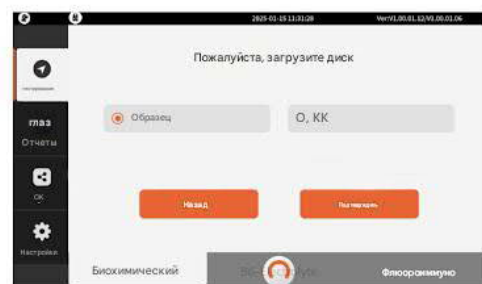

рис. 4-6-1
1. Войдите в интерфейс подготовки теста, выберите тип биохимического теста, как показано на рис.4-6-1;